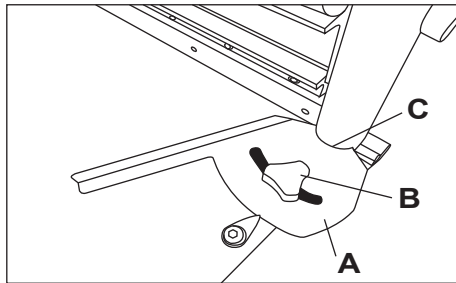

IMAGEN 4
1. Ajuste el calibre de ángulo (Imagen 4 - A) para que la flecha roja apunte a la marca de 0° y apriete la perilla (Imagen 4 - B).